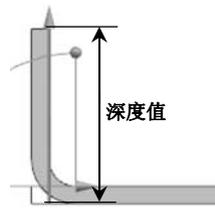

图 5.18 外侧
- **外侧** 选项：用于表示钣金深度，即从折弯面的外侧端部开始计算，直到折弯平面区域的端部为止的距离，如图 5.18 所示。